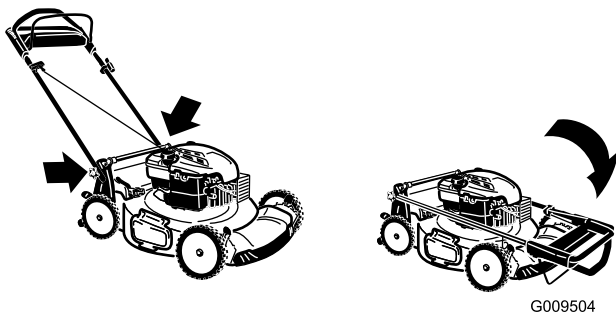

Bild 33
3. Klappen Sie den oberen Griff nach vorne, siehe Bild 33.